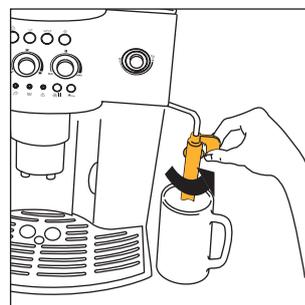
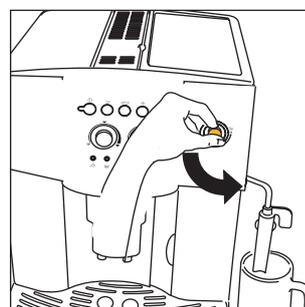

Fig. 3
Fig. 4
2. Empurre o emulsionador de cappuccinos para fora, coloque uma chávena por baixo (fig. 3) e ligue a máquina premindo a tecla ① (fig. 4).
- Rode o emulsionador de cappuccinos para fora (fig. 3).
- Coloque um recipiente debaixo do emulsionador de cappuccinos (fig. 3).
- Empurre o emulsionador de cappuccinos para fora (fig. 3).